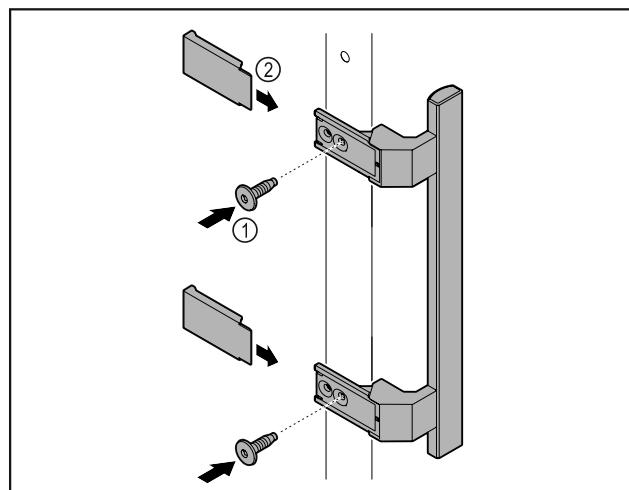

Fig. 8
- Монтирайте дръжката от пакета с принадлежности с приложените винтове Fig. 8 (1) на вратата.
- Нахлuzете капака Fig. 8 (2).